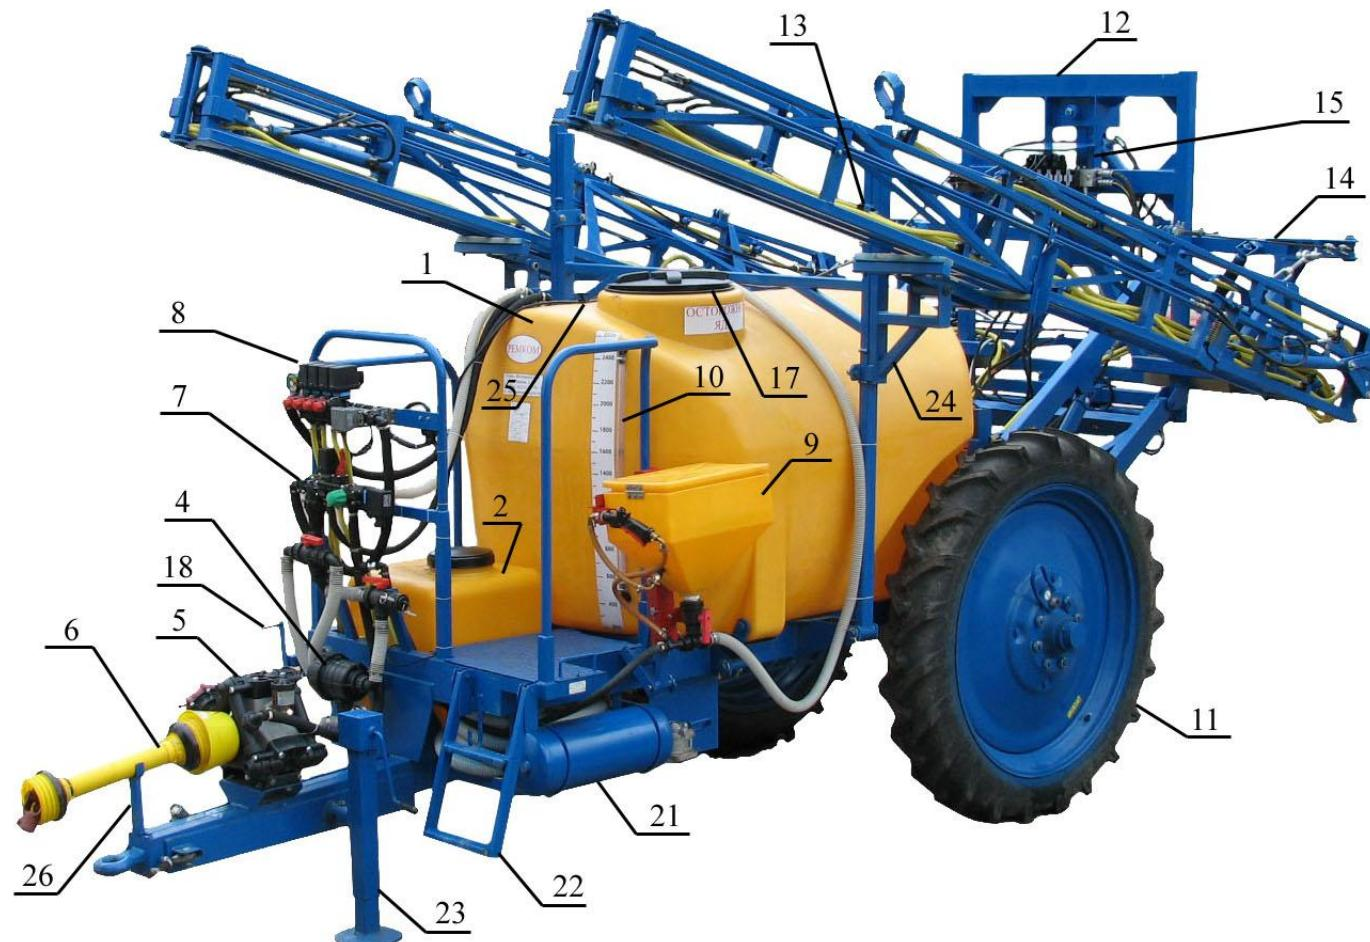

Рис. 1. Опрыскиватель ОП-2500-24. Общий вид.
2.2. Устройство опрыскивателя показано на рис. 1, а основных узлов – на рис. 2-9. Гидравлическая схема приведена на рис. 10.
Штанга в транспортном положении уложена на опоры 24 (рис. 1). Опоры крепятся к раме.